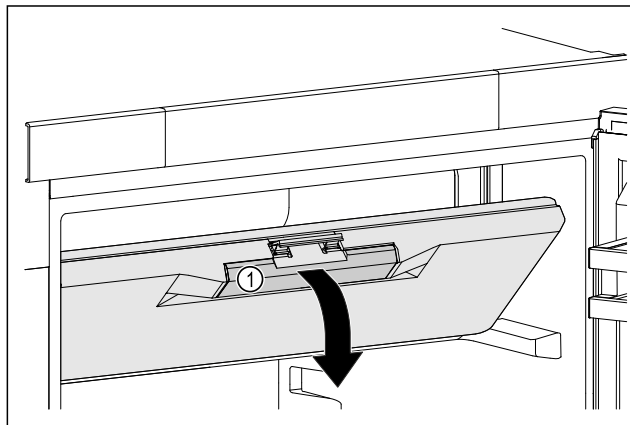

Fig. 41
- Dotkněte se dvířek mrazicího oddílu na prohlubni rukojeti Fig. 41 (1).